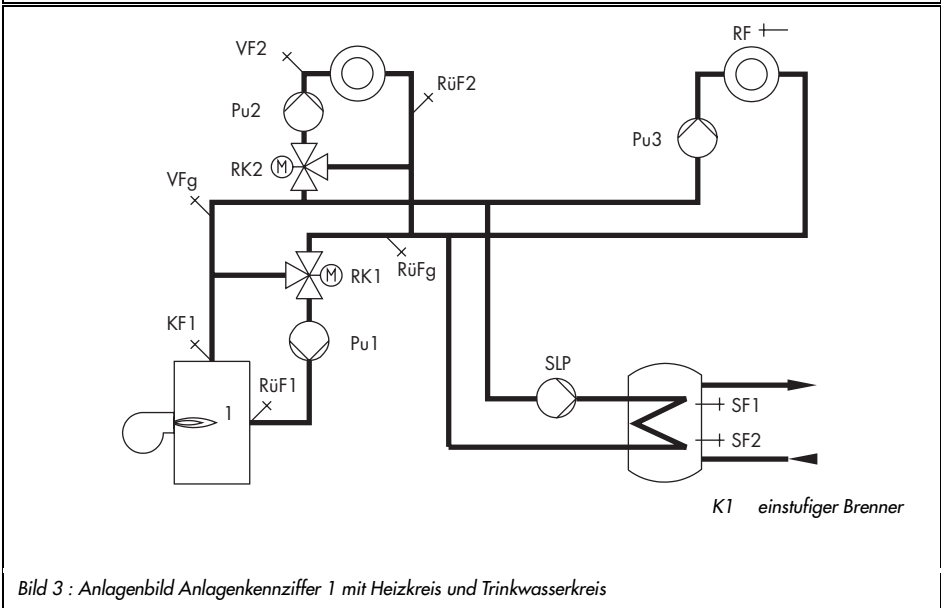

Bild 3 : Anlagenbild Anlagenkennziffer 1 mit Heizkreis und Trinkwasserkreis
- ▶ wahlweise zusätzlicher Heizkreis mit Mischventil; ansteuerbar mit Zweipunkt-, Dreipunkt- oder stetigem Ausgang (s. Bild 3)
- ▶ wahlweise Trinkwassererwärmung mit Speichersystem ansteuerbar (s. Bild 3); für diese Anlagenausführung muß in der Konfigurationsebene Co5 der Funktionsblock 13 eingeschaltet werden